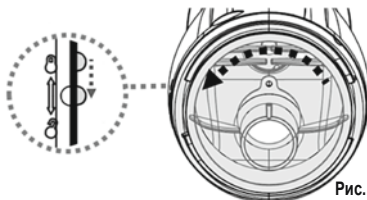

Рис. 1
2. Удерживая корпус пылесоса, поверните крышку против часовой стрелки, пока белая отметка на крышке не достигнет маркеров блокировки-разблокировки. (Рис. 1)